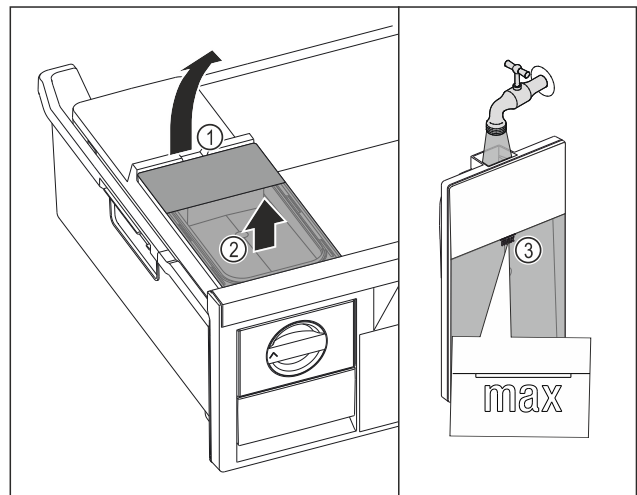

Fig. 121
- ▶ Підняти бак для води за заглиблення Fig. 121 (1).
- ▶ Вийняти бак для води рухом вгору. Fig. 121 (2)
- ▶ Наповнити бак для води питною водою до позначки Fig. 121 (3).